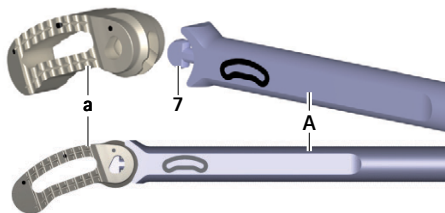

Fig. 7 Accouplement de l'implant sur l'instrument d'insertion
- ▶ Ficher l'implant **a** dans l'emballage de protection sur le méplat **7** de l'instrument d'insertion **A**, voir Fig. 7. Ce faisant, veiller à l'orientation de l'implant (orientation en fonction de l'inscription figurant sur l'instrument d'insertion).
- Accoupler l'instrument d'insertion **A** à l'implant **a** in situ, voir Fig. 7.